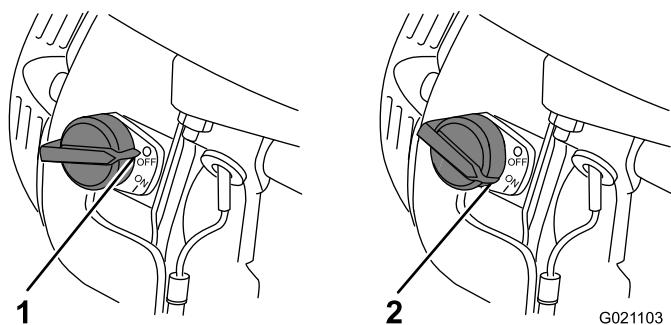

Figure 12
La commande Marche/Arrêt (Figure 12) permet de démarrer et d'arrêter le moteur. Cette commande est située à l'avant du moteur. Tournez la commande en position de marche (ON) pour démarrer le moteur et le faire tourner. Tournez la commande en position d'arrêt (OFF) pour arrêter le moteur.